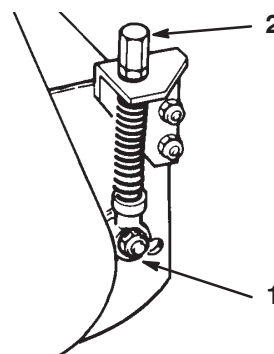

Bild 13
- Sollte kein Kontakt bestehen, lösen Sie die Einstellspernmutter an jeder Einstellvorrichtung (Bild 13). Drehen Sie dann jedes Einstellhandrad gleichmäßig nach rechts, bis Sie einen leichten Kontakt spüren und hören.